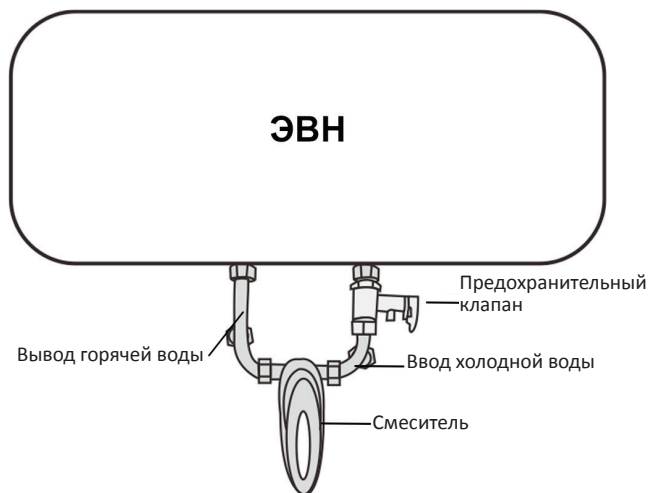

Рис. 6
1. Жесткое соединение: смеситель для воды, подключенный к ЭВН: см. (Рис.6)